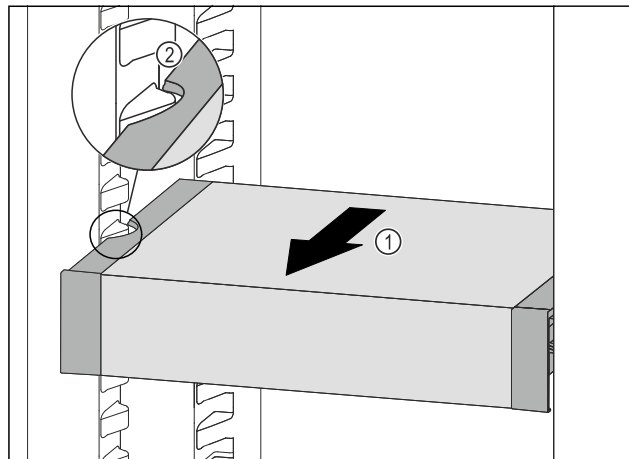

Fig. 123
- ▶ Predal VarioSafe povlecite naprej Fig. 123 (1), dokler nista stranska izreza predala VarioSafe na višini nastavka za posodo v hladilniku. Fig. 123 (2)